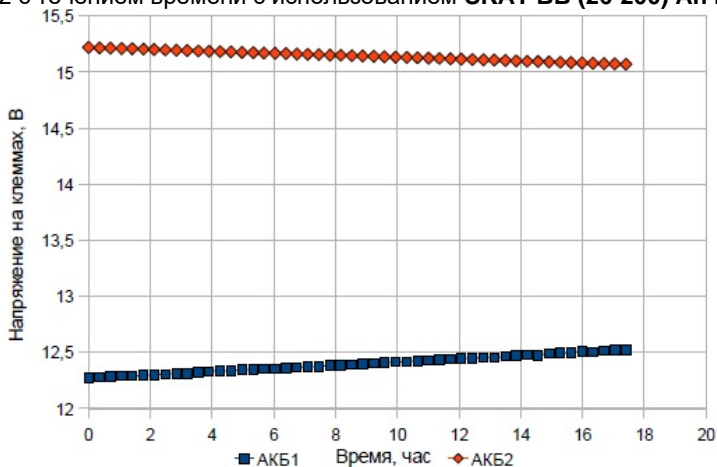

Рисунок 2 – Зависимость напряжения на клеммах АКБ1 и АКБ2 от времени без применения SKAT BB (26-200) Ah
- Продление срока службы АКБ за счет автоматического выравнивания (балансировки) напряжения на клеммах АКБ (см. рис. 2 и 3).